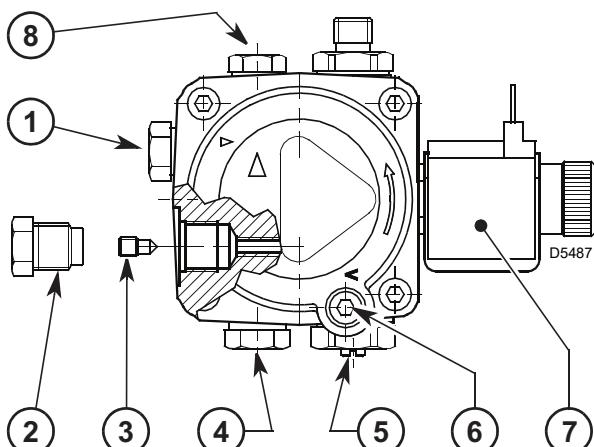
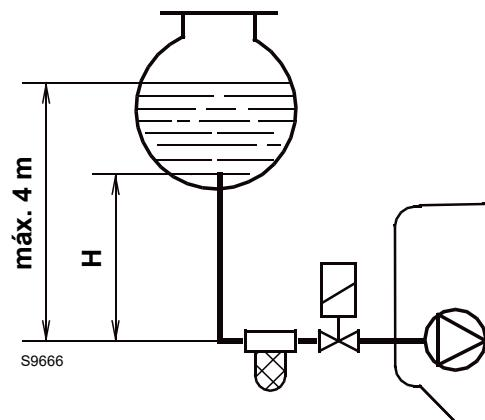

Fig. 16
Fig. 17
Según si los tubos salen hacia la derecha o hacia la izquierda del quemador, deberán invertirse tanto la placa de fijación 1) como la escuadra de cierre 2)(Fig. 17).
El tapón de aspiración 1)(Fig. 16) es de material plástico. Una vez que retirado no debe volver a usarse.
La bomba dispone de un regulador de la presión de alimentación 4)(Fig. 16).
- Si es necesario, volver a calibrar la presión con el tornillo 5)(Fig. 16).
Las instalaciones de un tubo bajo presión (Fig. 17) presentan una presión del combustible positiva en la entrada del quemador.
Para el funcionamiento monotubo, se debe desenroscar el tapón de retorno 2)(Fig. 16), quitar el tornillo de by-pass 3)(Fig. 16) y seguidamente volver a enroscar el tapón 2)(Fig. 16) con par de torsión 0,5 Nm.
En la instalación de la Fig. 17, la tabla muestra las longitudes máximas indicativas para la línea de alimentación según el desnivel, la longitud y el diámetro del tubo de combustible.
En la instalación de la Fig. 17, es suficiente aflojar la conexión del vacuómetro 6)(Fig. 16) y esperar la salida del combustible.